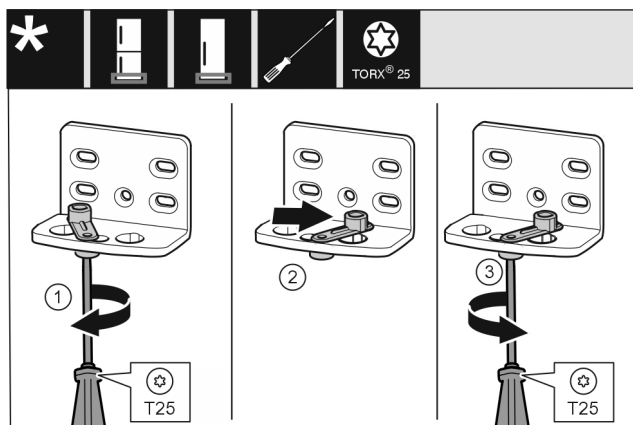

Fig. 14
- ▶ Завийте хлабаво винта с отвертка T25. Fig. 14 (1)
- ▶ Повдигнете помощното приспособление за затваряне на вратата и го завъртете в отвора с 90° надясно. Fig. 14 (2)
- ▶ Затегнете винта с отвертка T25. Fig. 14 (3)